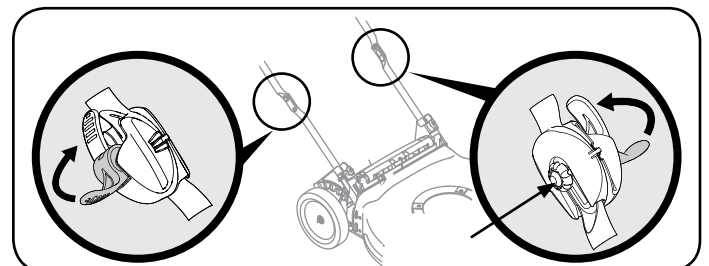

Figura 5
- b. Manijas EZ-Fold: Coloque las palancas de desenganche en posición trabada. Vea la Figura 5.